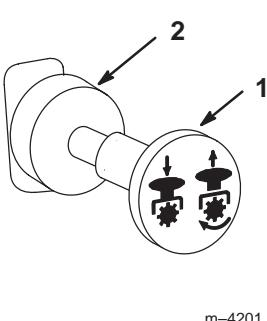

Figure 14
- Placez la commande de prise de force (PdF) en position débrayée (Fig. 14).